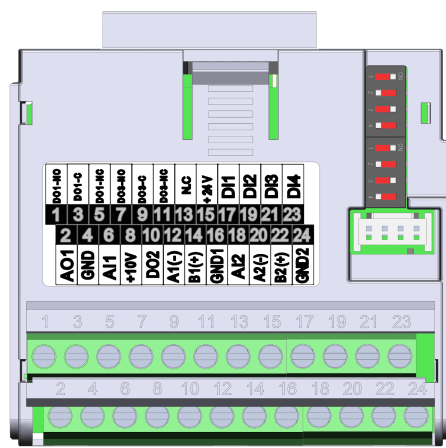

图 19.4: 插入模块CFW500-CRS485
CFW500-CRS485插入模块配置了串口 (1),它通过端子14 (A-) 和16 (B+) 实现RS-485串口连接, 另 外, 它还配置了串口 (2), 通过端子20 (A2+) 和22 (B2+) 实现RS-485串口连接, 见图19.4. 另请参阅, 端子 16 上的 GND1 和端子 24 上的 GND2 彼此隔离, 并与端子 16 上的 GND 隔离。